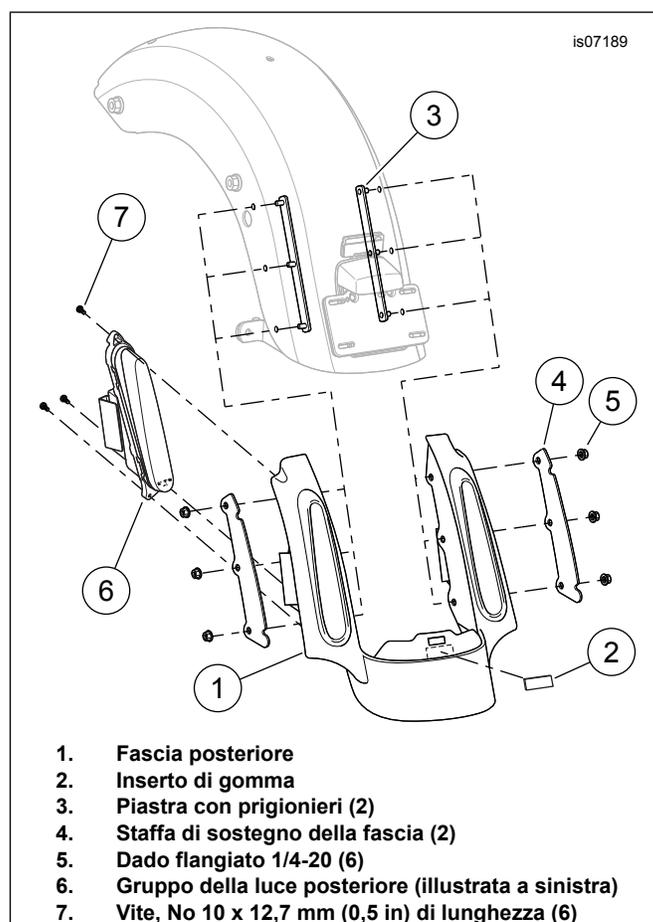
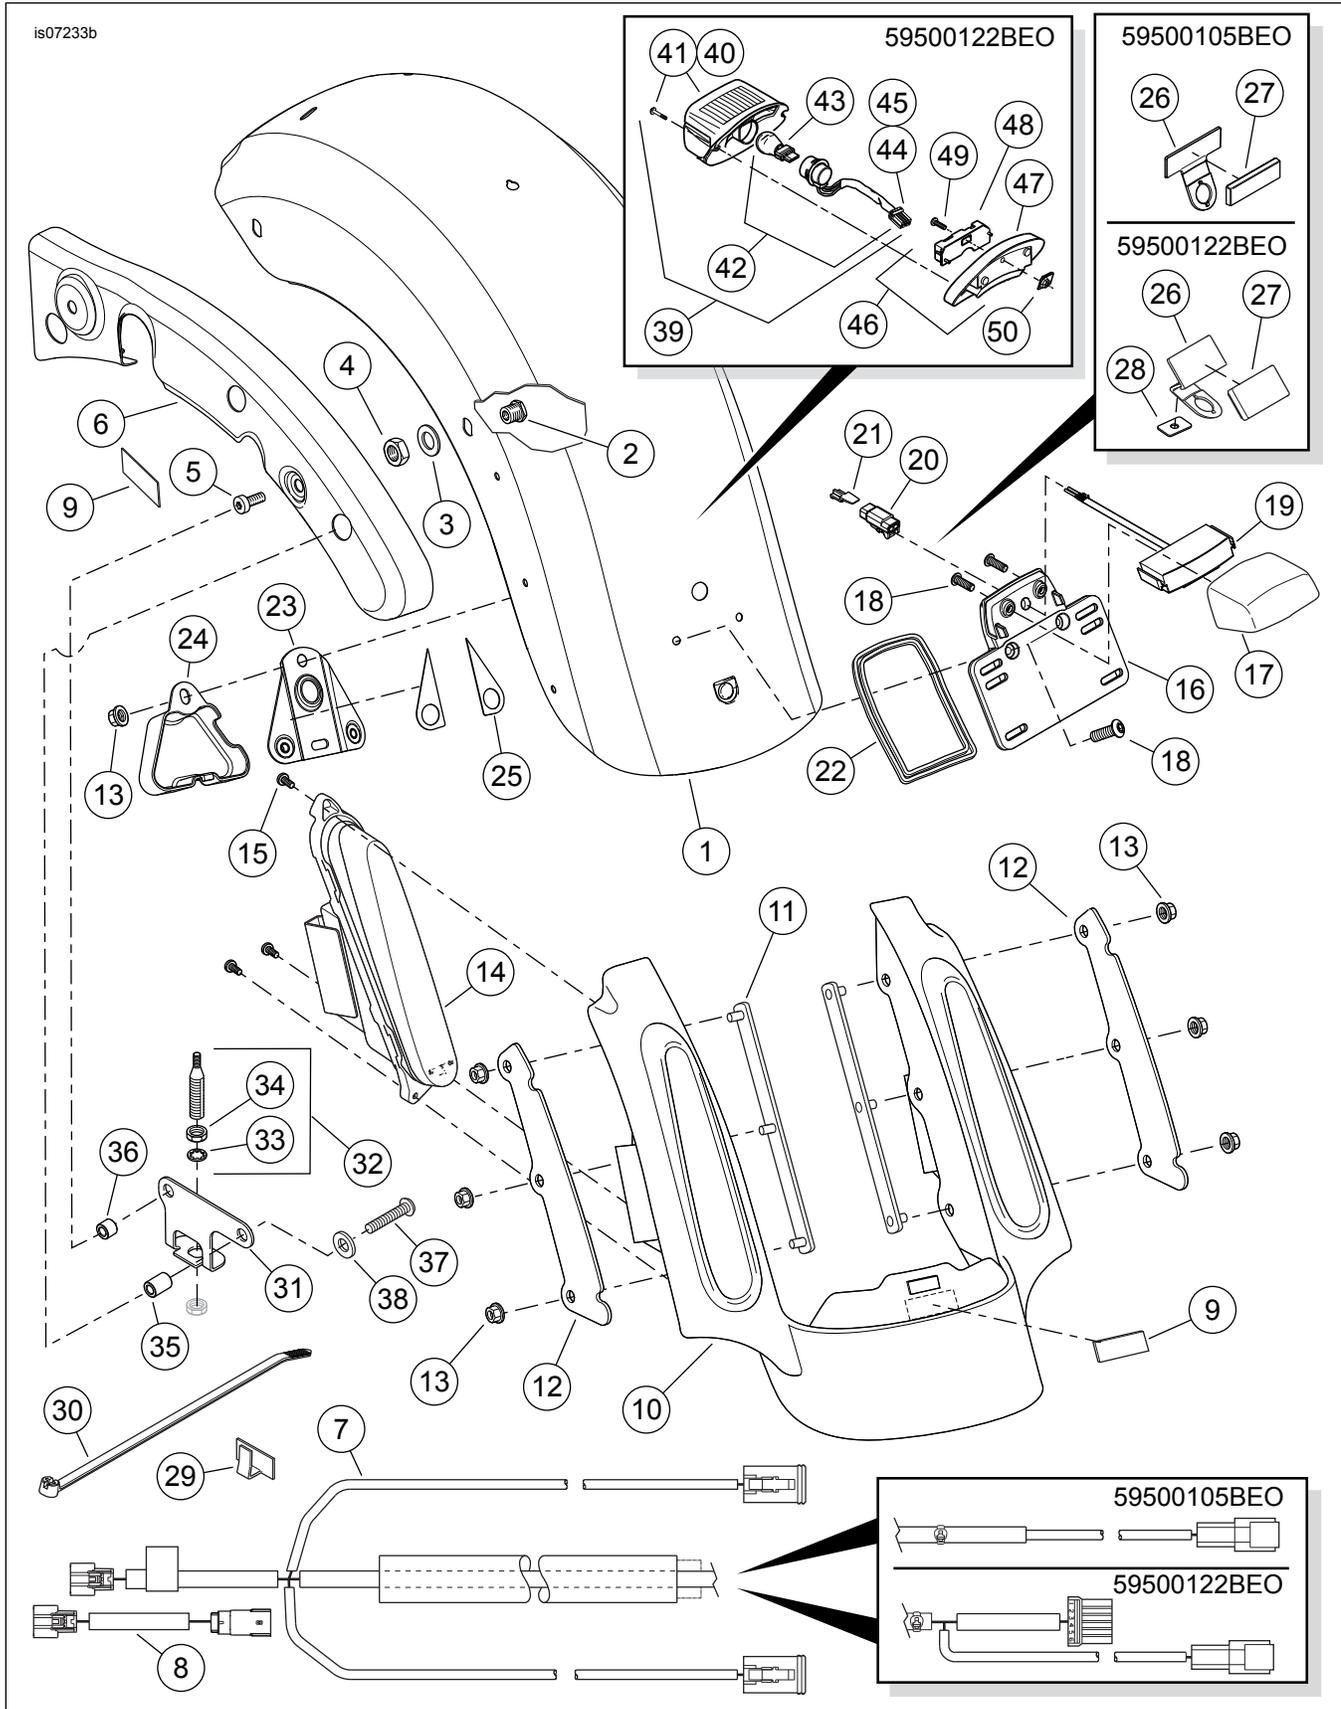

Figura 5. Installazione della fascia posteriore
Figura 6. Parti di ricambio, kit di parafango posteriore tipo FL Touring CVO
2. Vedere Figura 5. Rimuovere il rivestimento dalla parte posteriore adesiva dell'inserto in gomma da 44 x 19 x 1 mm (x in) (2). Posizionare l'inserto nella parte centrale della fascia (1), sotto la fessura, come illustrato. Spingerla saldamente al suo posto.
3. Posizionare la fascia sotto il bordo posteriore del parafango, allineando i tre fori su ciascun lato della fascia ai corrispondenti fori nel parafango. Dalla parte inferiore del parafango, inserire i tre prigionieri di una piastra con prigionieri (3) attraverso i fori nel parafango e della fascia su un lato.
1. Vedere Figura 6. Scollegare il cavo dell'antenna dal gruppo base dell'antenna.
6. Predisporre la nuova staffa dell'antenna (31), i nuovi distanziali (35 e 36), le nuove viti (37), le nuove rondelle piatte (38) e la nuova base dell'antenna (31).
7. Posizionare la staffa dell'antenna vicino ai sostegni del parafango, come illustrato nella Figura 5, quindi fissare la staffa ai sostegni del parafango:
- a. Montare la rondella sottile (38) sulle filettature.
- c. Fare scorrere i distanziali nelle filettature presenti in tutta la staffa. Annotare la lunghezza dei distanziali. Fare riferimento alla Figura 5.
8. Installare la rondella di sicurezza a denti interni (33) presente nel kit sulle filettature più grandi della base dell'antenna (32), sotto il dado esagonale superiore (34). Inserire la base dell'antenna attraverso il foro nella staffa di montaggio dell'antenna.
9. Installare il secondo dado esagonale (34) sulla filettatura della base dell'antenna. Posizionare una chiave sul dado superiore e stringere il dado inferiore a una coppia 8 N·m (6 ft-lbs).
12. Avvitare il gruppo dell'alberino dell'antenna sulla base dell'antenna (31).
2. Vedere Figura 6. Predisporre dal kit quattro viti di montaggio (5) per parafango da 5/16-18 x 25,4 mm (1 in) di lunghezza. Installare senza stringere troppo una vite attraverso il longherone posteriore del telaio nella borchia di montaggio in posizione più arretrata del parafango.
9. **Modelli FLHTCU/SE:** installare i coperchi cromati del sostegno del parafango rimossi precedentemente. **TUTTI i modelli TRANNE FLHTCU/SE:** vedere Figura 6. Installare i coperchi del sostegno del parafango con verniciatura finale (6) presi dal kit.